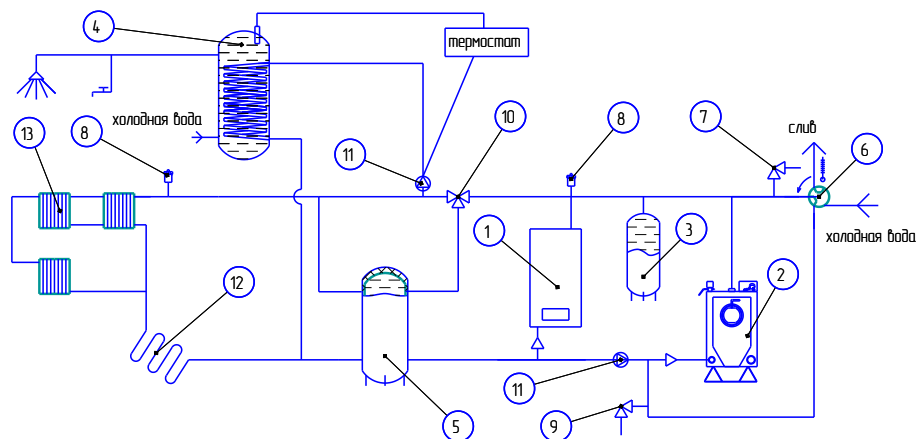

Рисунок 4.
Возможная система отопления изображена на рис. 4
6.1.6 Система отопления в обязательном порядке должна содержать компенсатор объемного расширения (3) рис.4. Если в качестве теплоносителя использована вода, то объем экспанзомата должен составлять не менее 10% от общего её объема в системе. При использовании незамерзающего теплоносителя объем компенсатора объемного расширения рассчитывается в соответствии с эксплуатационными документами на теплоноситель. Устанавливать запорно-регулирующую арматуру между теплообменной емкостью прибора и компенсатором объемного расширения запрещается!
6.1.7 В системе должен быть установлен предохранительный клапан(7) рис. 4, рассчитанный на давление 0,4 МПа.
системы должен быть установлен автоматический воздухоотводчик (8) рис.4. Он необходим для удаления газов из системы и исключает возможность работы ТЭНов при отсутствии теплоносителя в теплообменной емкости.